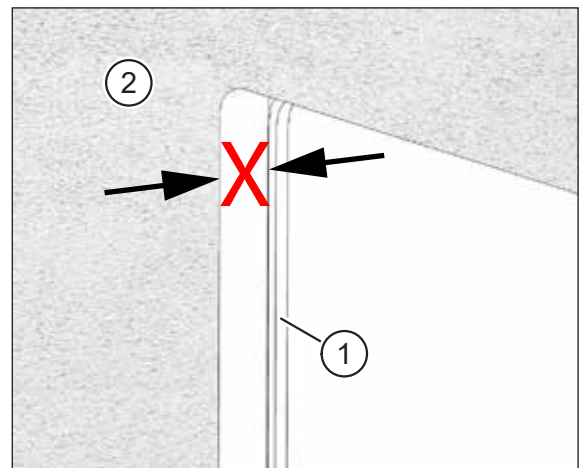

Abb. 21: Putz steht über Putzrahmen über
- Der Putz (Pos. 2 in Abb. 21) steht über den Putzrahmen (Pos. 1 in Abb. 21) über.